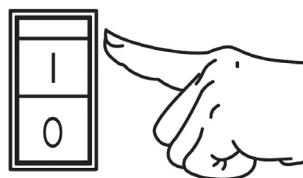

Рис. 14 Выключатель зажигания GG3200
4. Вставьте ключ в замок зажигания на панели управления и переведите ключ в положение «ВКЛ.» (Включено) (Рис. 13). Для модели GG3200: переведите выключатель зажигания в положение «1» (Включено) (Рис. 14).